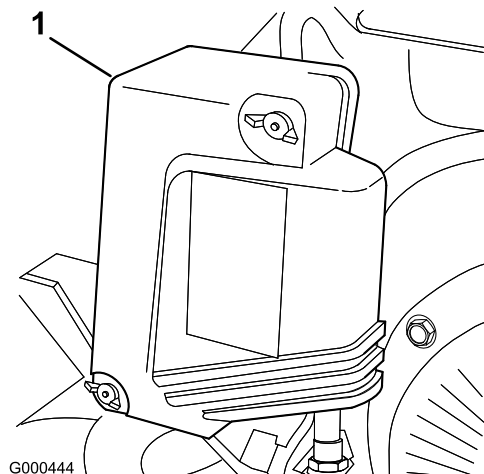

Figura 24
2. Retire as porcas que fixam a cobertura do filtro do ar e retire a cobertura. Limpe bem a cobertura (Figura 24).